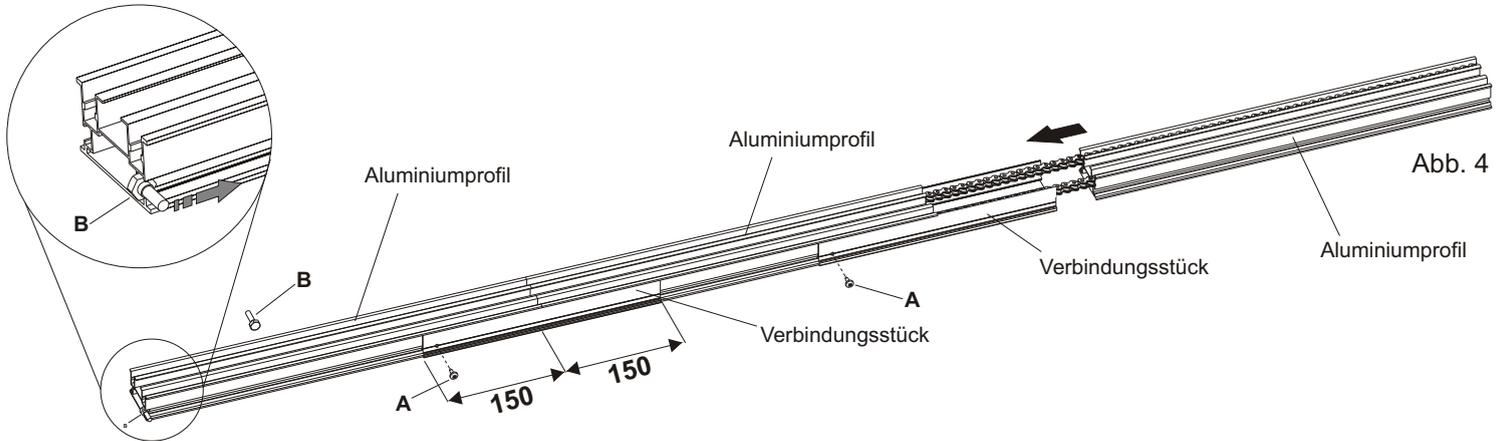

Abb. 4
- Das Verbindungsstück in das Aluminiumprofil zur Hälfte seiner Länge (150mm) einführen und mit der Schraube **A** (Abb. 4) befestigen.
- Die zwei mitgelieferten Muttern (**B**) in die Spalten der Aluminiumprofile einführen (Abb.4)
**Achtung:** In Abb. 4 ist ein in den Spalten eingesetztes Schraubenpaar abgebildet, das zur Befestigung des CORONA Antriebs an der Decke mit den zwei dafür vorgesehenen Schienen benötigt wird (Siehe auch Abb. 7).